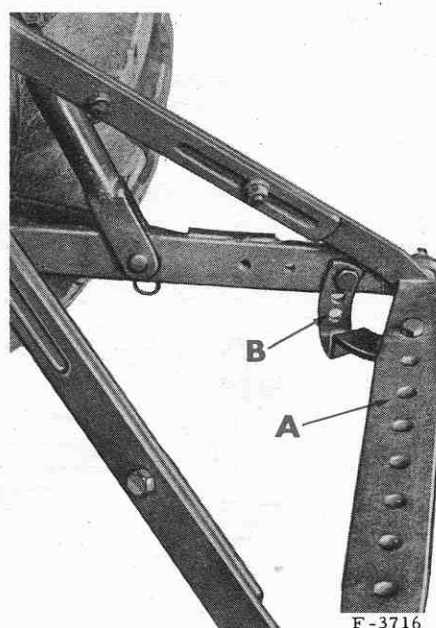

Fig. 57. — Barre d'attelage pour attelage 3 points.
trainer. Etant montée sur les rotules des tirants inférieurs, cette barre pivote autour de son axe longitudinal (fig. 57).
Dans le cas d'un remorquage en terrain accidenté, l'effort de traction orientera la barre et s'exercera normalement sur celle-ci, annulant ainsi tous risques de déformation. Par contre, cette barre peut être maintenue fixe au moyen d'une plaquette de rigidité (B) reliant la barre d'attelage au tirant inférieur droit (fig. 57).